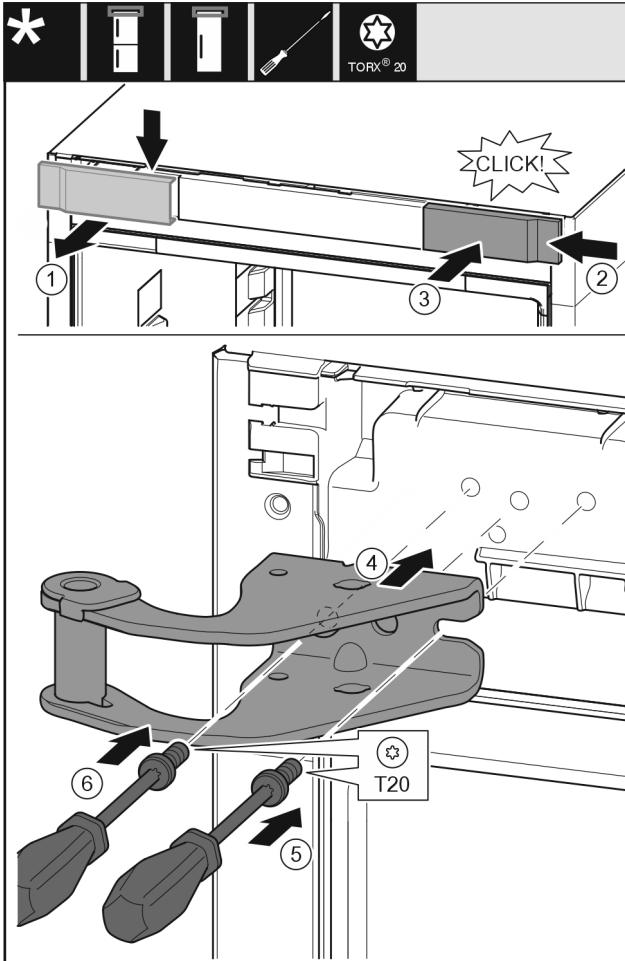

Fig. 10
- Снимите крышку сверху вперед. Fig. 10 (1)
- Навесьте крышку, повернув ее на 180°, справа с другой стороны. Fig. 10 (2)
- Зафиксируйте крышку. Fig. 10 (3)
- Установите верхний опорный кронштейн. Fig. 10 (4)
- Установите и затяните винт отверткой T20. Fig. 10 (5)
- Вставьте и затяните винт отверткой T20. Fig. 10 (6)